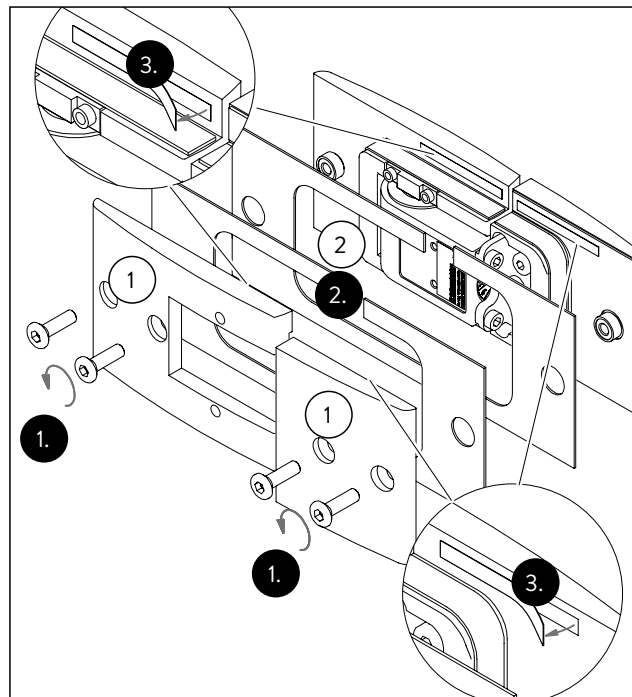

Fig. 28 Préparation des paumelles à rappel
1. Dévisser les contre-plaques (Fig. 28/1).
2. Sélectionner les joints appropriés (Fig. 28/2) selon l'épaisseur du verre (voir tableau chapitre 4.2).